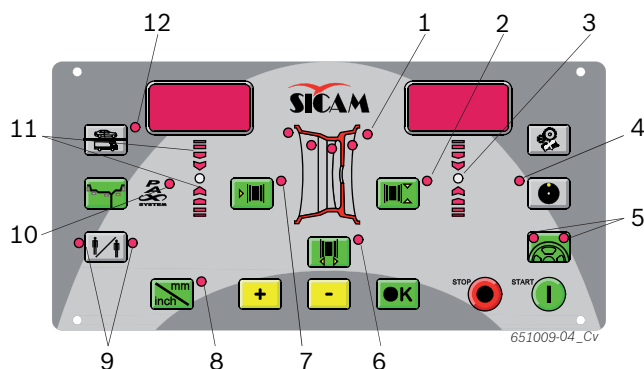

Fig. 4: LED en el campo de manejo/campo de visualización
- ➔ Mediante los LED (fig. 4, pos. 1) se indican las posiciones de los niveles de equilibrado para cada programa de equilibrado.
- I** Cuando se selecciona un programa de equilibrado PAX se ilumina adicionalmente el LED Pax (fig. 4, pos. 10).
2. Seleccionar la distancia de llanta determinada a través de la tecla <-> o <+> para la distancia de llanta (fig. 4, pos. 7).
4. Seleccionar la anchura de la llanta determinada a través de la tecla <-> o <+> para la anchura de la llanta (fig. 4, pos. 6).
6. Seleccionar el diámetro de la llanta determinado a través de la tecla <-> o <+> para el diámetro de la llanta (fig. 4, pos. 2).
- ⇒ Se iluminan ambos LED de la tecla <SPLIT> (fig. 4, pos. 5).